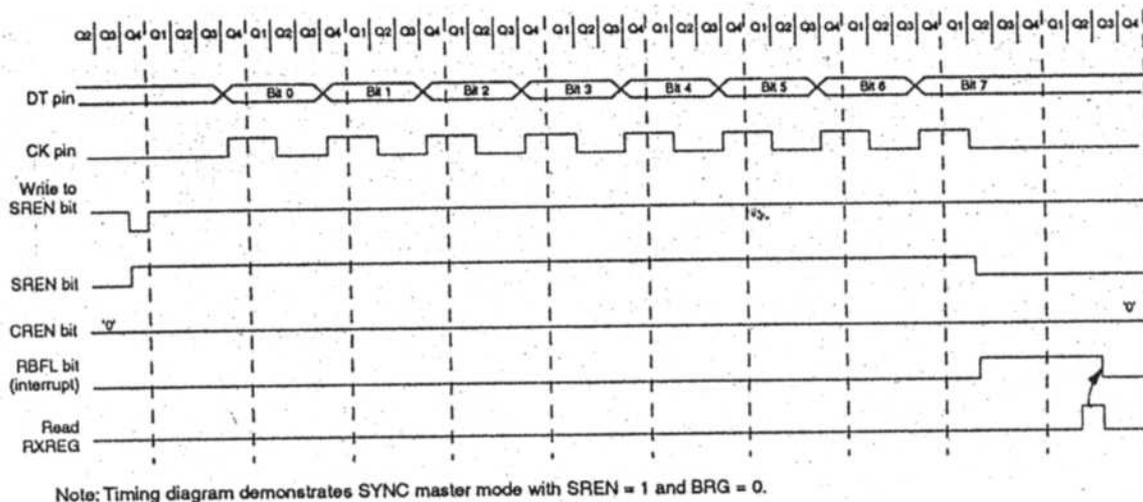

Figura 41. Ricezione sincrona come master
- Se ci sono stati errori, azzerarli azzerando il bit CREN. In Figura 41 è visibile la sequenza di una ricezione.